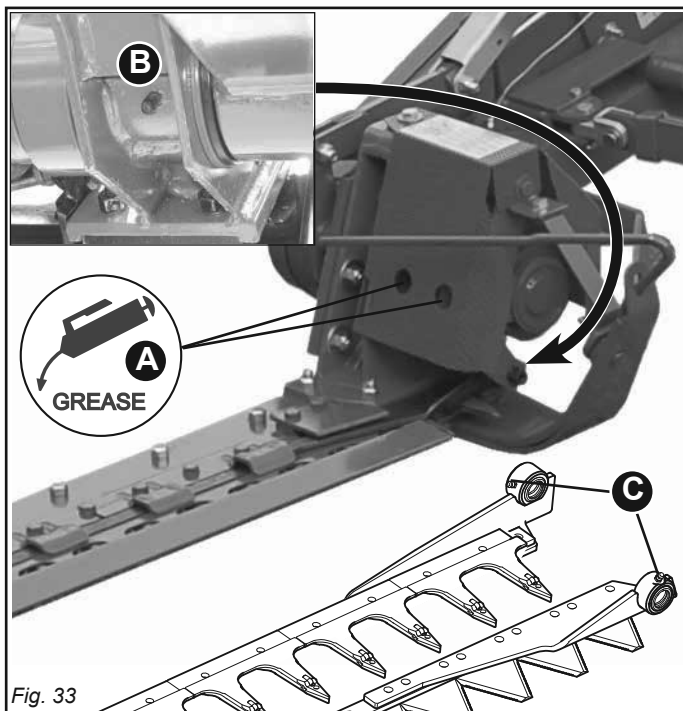

Fig. 33
- Ingrassare nei punti (A-C, Fig. 33).
- Ingrassare nel punto (B, Fig. 33).
Ogni qualvolta vengano smontati e rimontati i perni ad espansione è necessario ingrassare il testalama interessato (C, Fig. 33).